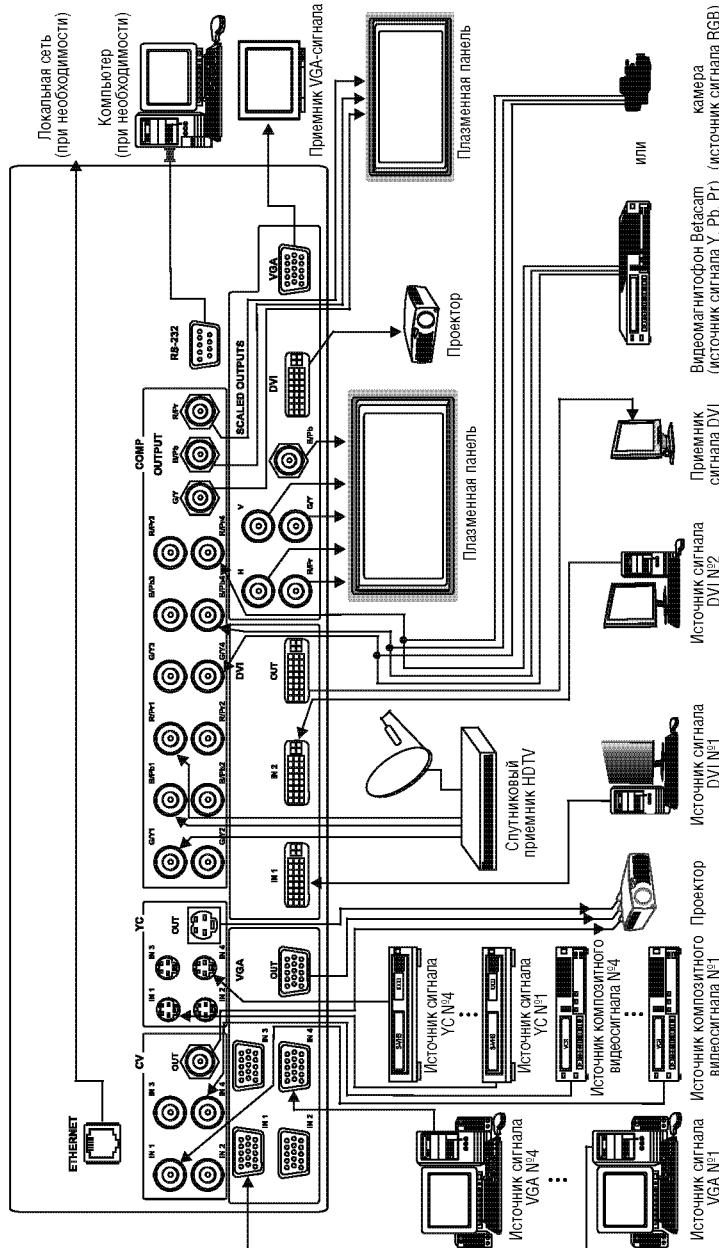

Рис. 4. Подключение к VP-725DS источников и приемников сигнала
Выключите питание всех подключаемых к **VP-725DS** устройств. Выполните следующие подключения (см. рис. 4):
5. Вставьте сетевой шнур¹ (не показан на рис. 4).